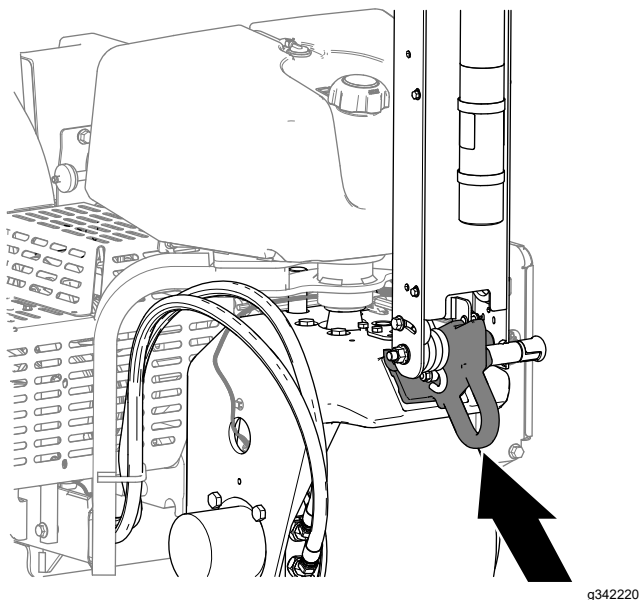

Figura 117
6. Se atrelar a máquina, puxe-a utilizando o aro de amarração frontal (Figura 117).